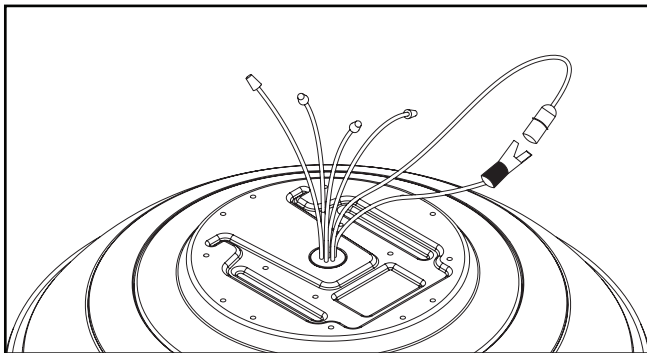

Figura 1. Imagen que muestra la luminaria, los cables y el conector de la batería
1. Realice las conexiones eléctricas de entrada. (Figura 1)